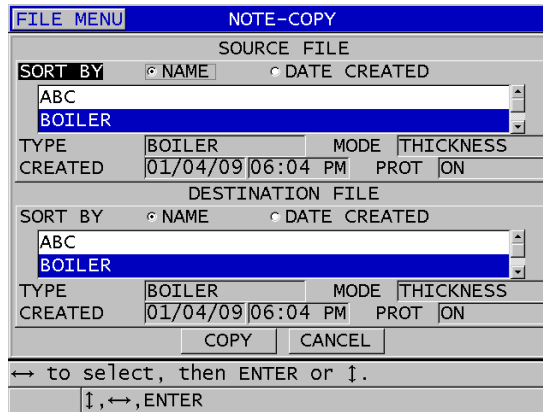

Figura 11-25 Copiar uma tabela de notas de um arquivo para outro
3. Na tela **COPIAR NOTA** (veja Figura 11-25 na página 225):